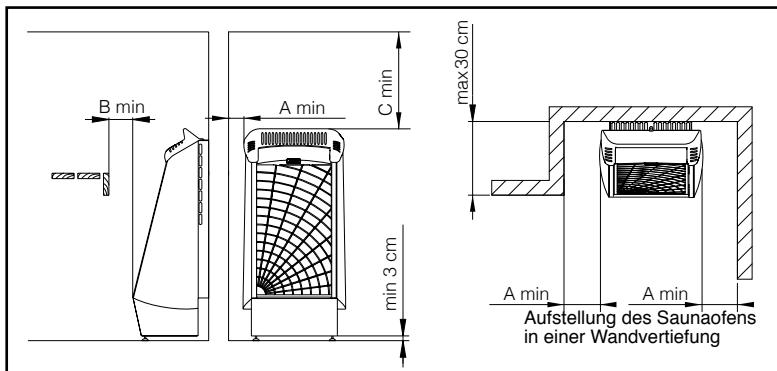

Abbildung 1. Mindestsicherheitsabstände für den STONET-Ofen.
\*\*) Siehe Abb. 1
- Der Ofen kann auch in einer Wandaussparung aufgestellt werden, siehe Abbildung 1.